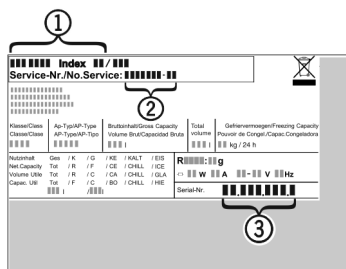

Fig. 10
- ▶ Prietaiso pavadinimas Fig. 10 (1), techninio aptarnavimo Nr. Fig. 10 (2) ir serijos Nr. Fig. 10 (3) užrašyti duomenų skydelyje. Duomenų skydelis yra prietaiso viduje, kairiajame šone.
- ▶ Susiekite su techninio aptarnavimo skyriumi ir praneškite apie gedimą, taip pat pasakykite prietaiso pavadinimą Fig. 10 (1), techninio aptarnavimo Nr. Fig. 10 (2) ir serijos Nr. Fig. 10 (3).